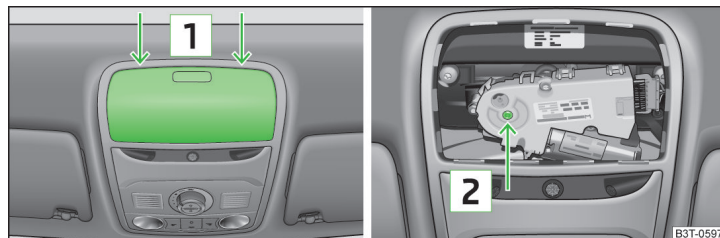

Fig. 196 Punto de apoyo del destornillador / orificio para apoyar la llave
- Introduzca cuidadosamente un destornillador de unos 5 mm de anchura en la ranura, en los puntos indicados con flechas [1] » fig. 196.